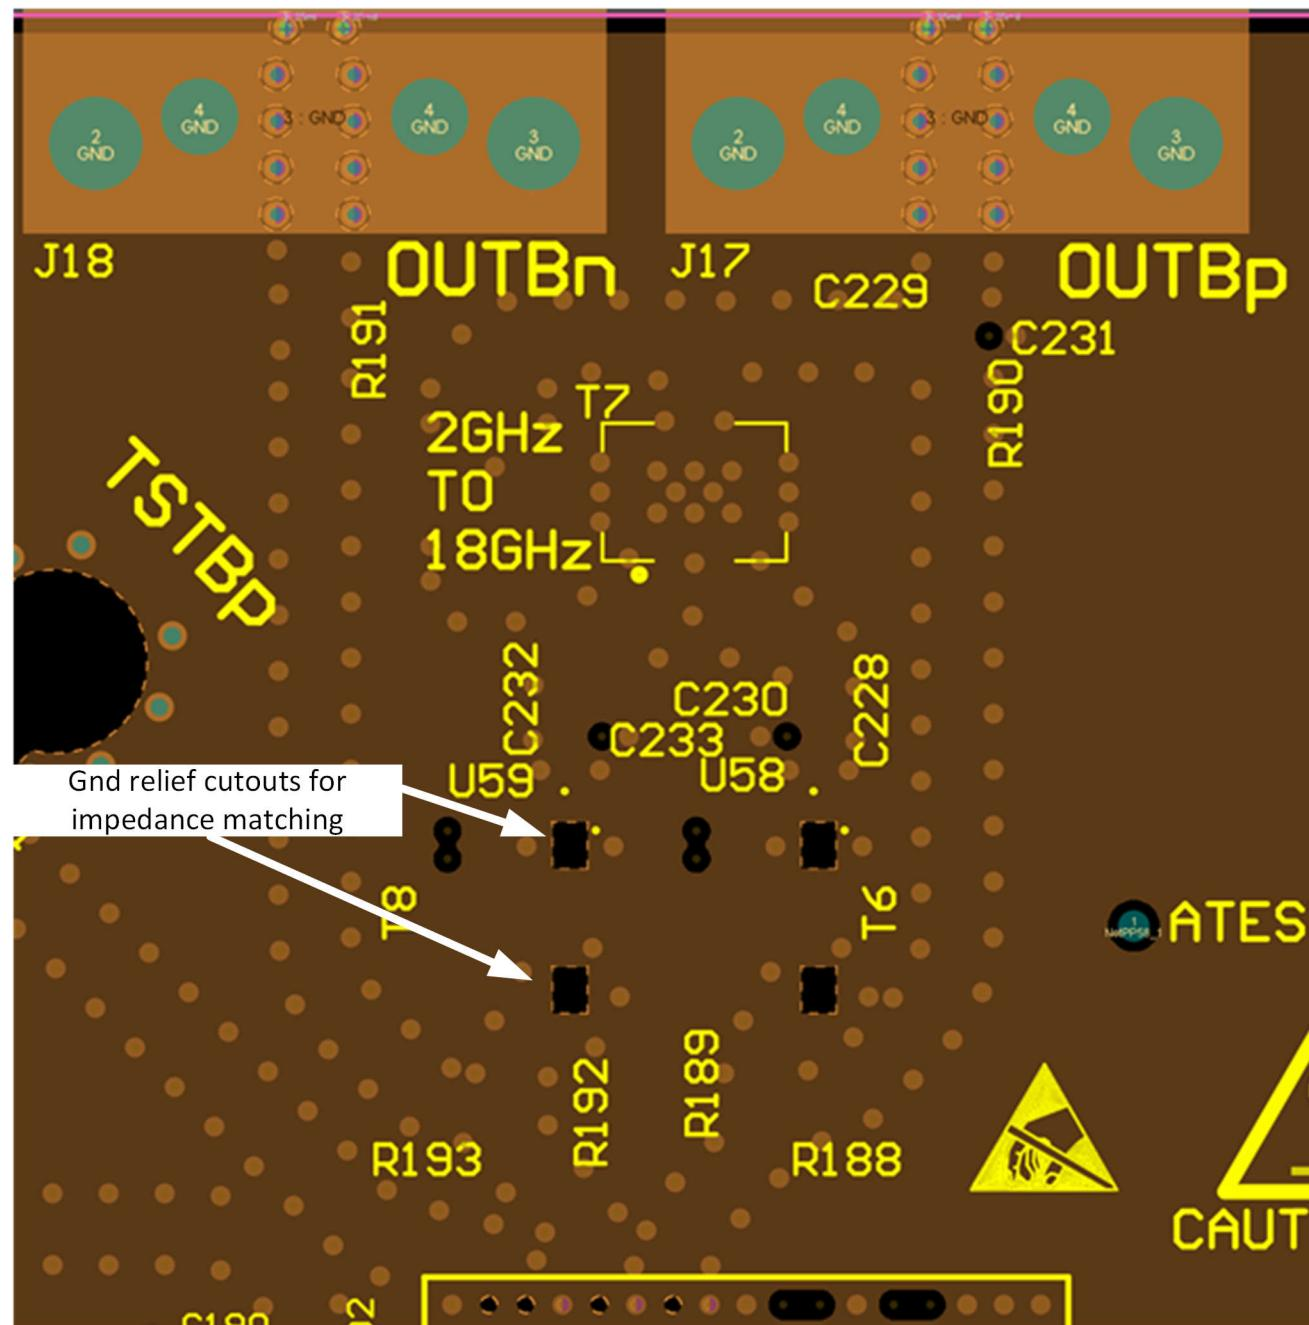

图 9-11. 平衡-非平衡变压器引脚下方的接地开孔
5. 在元件着陆垫（例如 SMA 连接器、平衡-非平衡变压器等）上引入所需的任何接地平面开孔，以避免这些位置的阻抗不连续。在这些着陆垫下方的一个或多个接地平面上进行开孔，以实现焊盘尺寸或层叠高度，从而实现所需的 50Ω 单端阻抗。请参阅图 9-11 和一个示例。